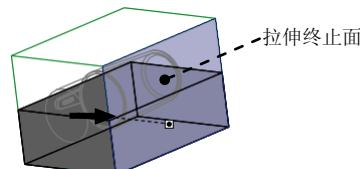

图 7.35 拉伸终止面
(3) 定义深度类型。在操控板中选取深度类型 (到选定的), 选择图 7.35 所示的平面为拉伸终止面。